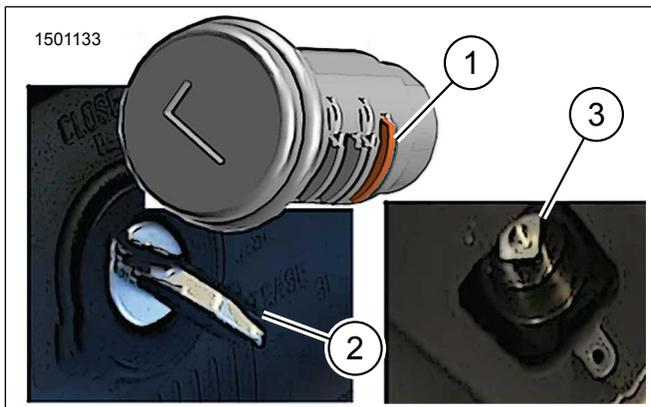
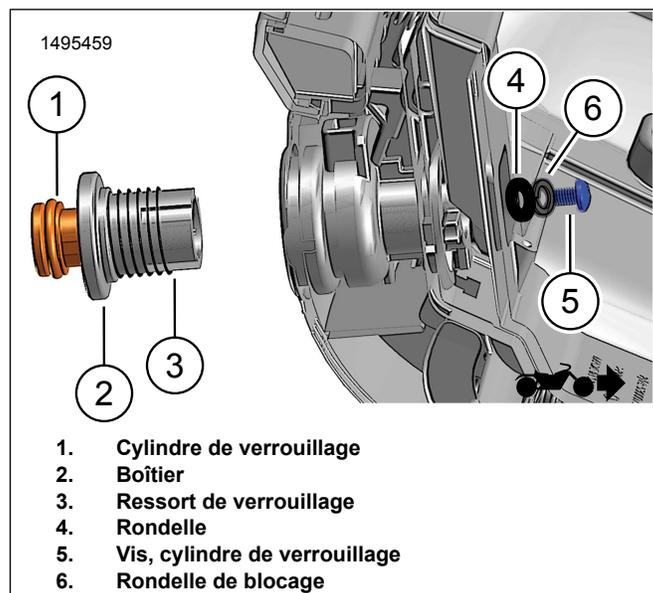

Figure 8. Onglet de dégagement - position de dégagement
Figure 9. Installer la serrure sur la valise supérieure
- Figure 8 Positionner le disque et le régler sur la position de dégagement.
- Figure 9 Installer le boîtier (2) et le ressort de verrouillage (3) sur le cylindre de verrouillage (1).
- Figure 8 Installer la serrure.
- Aligner la fente de la gorge de rétention (1) sur la position de dégagement (2).
- b. La bosse carrée sur la serrure doit s'engager dans l'ouverture carrée sur le disque (3).
4. Figure 9 Installer la rondelle (4), la rondelle de blocage (6) et la vis (5). Serrez à la main.